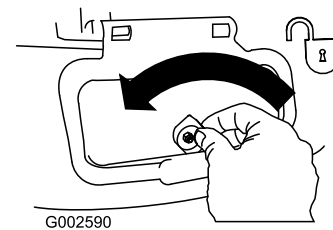

Figure 30
1. Unlock the side-discharge door (Figure 30).